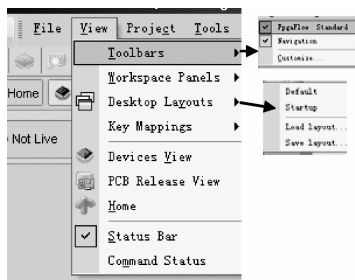
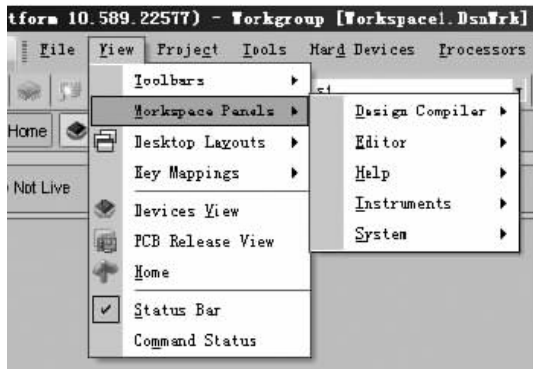

图 1-7 View 菜单
图 1-8 Workspace Panels 菜单
View 菜单主要用于工具栏、工作窗口视图、命令行以及状态栏的显示或隐藏,其级联菜单如图 1-7 所示。
(1) Toolbars(工具栏)命令:用于控制工具栏的显示和隐藏。单击一次开启,再单击一次则关闭打开的工具栏,如图 1-7 所示。
(2) Desktop Layouts(桌面布局)命令:用于控制桌面上应用程序快捷方式的显示和布局。
(3) Workspace Panels(工作窗口面板)命令:用于控制工作窗口面板的打开与关闭。如图 1-8 所示。